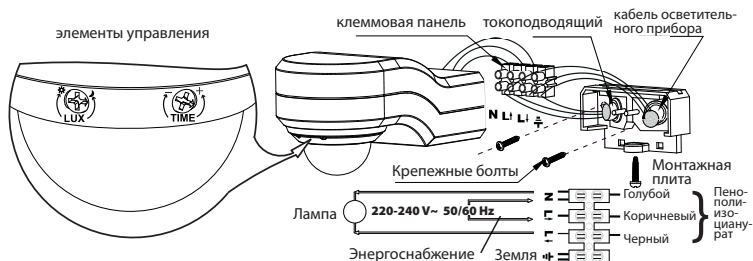

рис. 2
УСТАНОВКА (смотри также рис. 2)
8. подключите токоподводящий кабель и кабель осветительного прибора (лампы) к клеммовой панели (смотри рис. 2).
ПОНИМАНИЕ ЭЛЕМЕНТОВ УПРАВЛЕНИЯ (см. рис. 2)